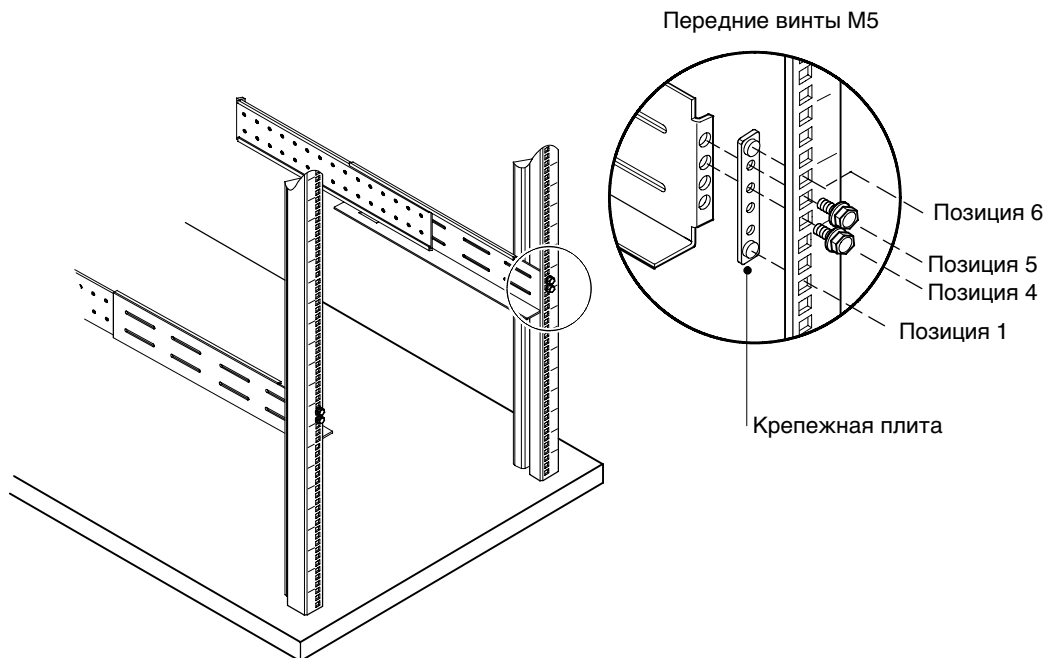

Рисунок 15. Закрепление передней направляющей
3. При помощи двух крепежных винтов M5 и крепежной пластины прикрепите направляющую к передней части стойки (см. рис. 14 и рис. 15).